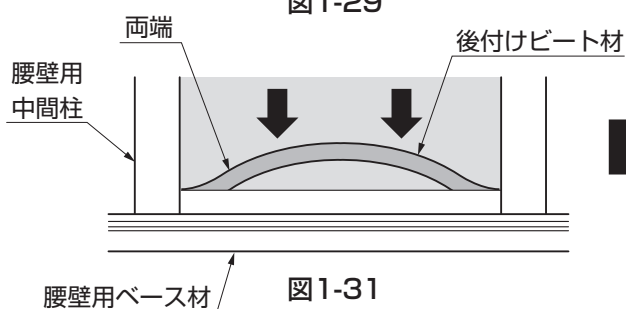
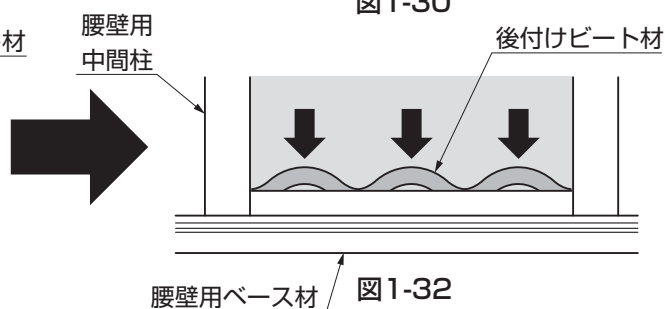

図1-31
図1-32
- 後付けビート材を取付ける際は、図1-31のように取付ける面の中心部分をたるませた状態で、両端部分および中間の1～2箇所を先に押込み、図1-32のようにたるみ部分の中心から広げるように押込んでいきます。